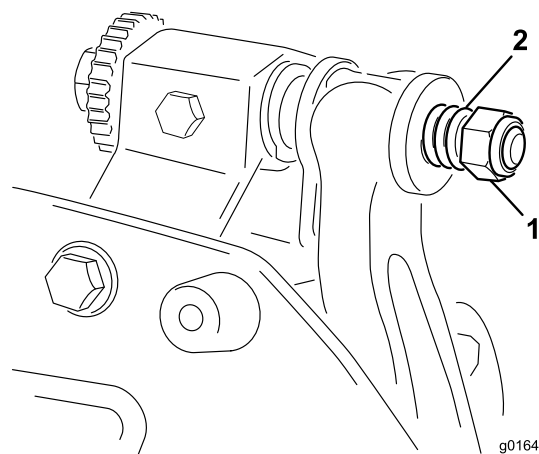

Рисунок 16
6. Затяните гайку натяжения пружины, чтобы пружина полностью сжалась, затем отверните ее на 1/2 оборота (Рисунок 16).